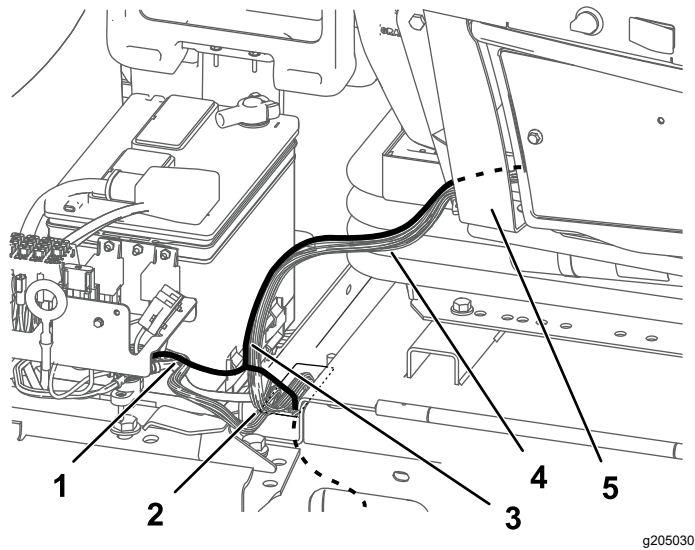

Figure 22
1. Faites passer le faisceau de câblage le long du faisceau et dans l'ouverture du cadre derrière le siège (Figure 22).